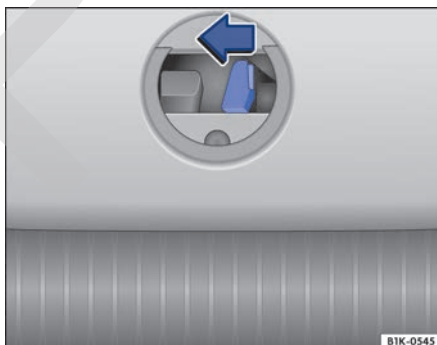

Fig. 97 En el portón del maletero: desbloqueo de emergencia del portón (berlina).
- Presione la palanca de desbloqueo en el sentido de la flecha → fig. 97. El portón del maletero se desbloquea.